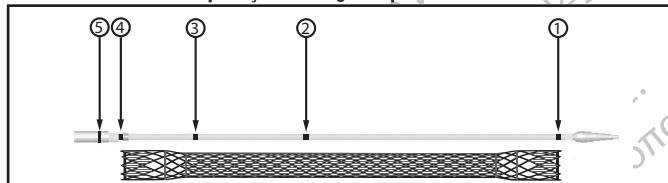
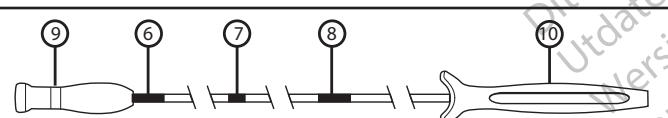

Figura 2. Sistema de aplicação e Marcadores radiopacos (RO)
Figura 3. Sistema de aplicação, Marcadores visuais e Pegas
Existem três marcadores visuais na pega do sistema introdutor para auxiliar na colocação enquanto se utiliza visualização endoscópica (Figura 3). O marcador visual mais distal indica que o stent está completamente aprisionado no sistema introdutor, (Figura 3, n.º 6) um marcador visual indica que o stent está desdobrado a 50% (ponto médio) (Figura 3, n.º 7) e o marcador visual mais proximal indica o ponto em que o aprisionamento do stent já não é possível (Figura 3, n.º 8).
Existem cinco marcadores radiopacos (RO) para facilitar o desdobramento do stent durante utilização de fluoroscopia (Figura 2). Existem dois marcadores RO no tubo interno do sistema introdutor que identificam as extremidades do stent aprisionado, (Figura 2, n.º 1 e n.º 4). Existem dois marcadores RO adicionais entre estes dois marcadores RO. Um marcador RO indica o ponto médio do stent (Figure 2, n.º 2). Um marcador RO no tubo interior indica o ponto em que o aprisionamento do stent já não é possível (Figura 2, n.º 3). O quinto marcador RO na extremidade inicial do tubo exterior indica a quantidade de desdobramento do stent (Figura 2, n.º 5). O Sistema de Stent Agile™ Esophageal passa sobre um fio-guia e através do canal de trabalho do gastroscópio.
Se estiver a utilizar orientação fluoroscópica, posicione o stent por forma a que o marcador 2 (figura 2) esteja no centro do tumor ou da fistula. Isto assegura que o stent irá abranger o tumor corretamente.
Comece por desdobrar o stent segurando na pega distal (mais distante do operador, Figura 3, n.º 9) do sistema de aplicação com uma mão. Com a outra mão, segure na pega proximal (mais próxima do operador, Figura 3, n.º 10) e mantenha esta pega estável. Entre as pegas existe um segmento com marcadores visuais. Estes marcadores visuais destinam-se a facilitar o desdobramento do stent. Antes de desdobrar o stent, pode ver um marcador na posição de não desdobramento/retração completa (Figura 3, n.º 5).
Para desdobrar o stent, segure na pega distal (mais distante do operador, Figura 3, n.º 9) com uma mão e na pega proximal (mais próxima do operador, Figura 3, n.º 10) com a outra mão. Para desdobrar o stent, puxe a pega distal lentamente na direção da pega proximal, mantendo a estabilidade da pega proximal. Monitorize a libertação do stent fluoroscopicamente e/ou endoscopicamente, mantendo os marcadores do sistema de aplicação entre as margens da estenose identificadas. Se necessário, poderá interromper o desdobramento e ajustar a posição do stent proximalmente sem reaprisionar o stent antes de passar o marcador de retração (Figura 3, n.º 8). Após colocar o stent numa posição satisfatória, continue o processo até ao desdobramento total.
- É possível retrair o stent em qualquer ponto dos marcadores de retração (radiopaco: Figura 2, n.º 3 e visual: Figura 3, n.º 8).
Nota: o stent está completamente retraído se o marcador visual (Figura 3, n.º 6) estiver totalmente visível.
- C. Volte a embainhar o tubo exterior do sistema introdutor puxando a pega distal (Figura 3, n.º 9) para longe do operador. Retire lentamente o sistema introdutor e o fio-guia.